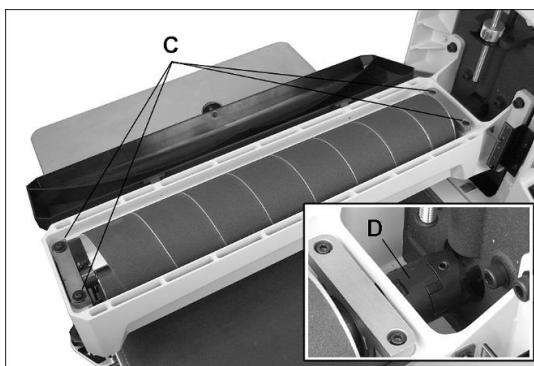

Рис. 9-2: извлечение барабана
2. Открутите четыре винта с внутрь шестигранником (C, Рис. 9-2).
3. Осторожно извлеките барабан с подсоединенными к нему муфтой (D).